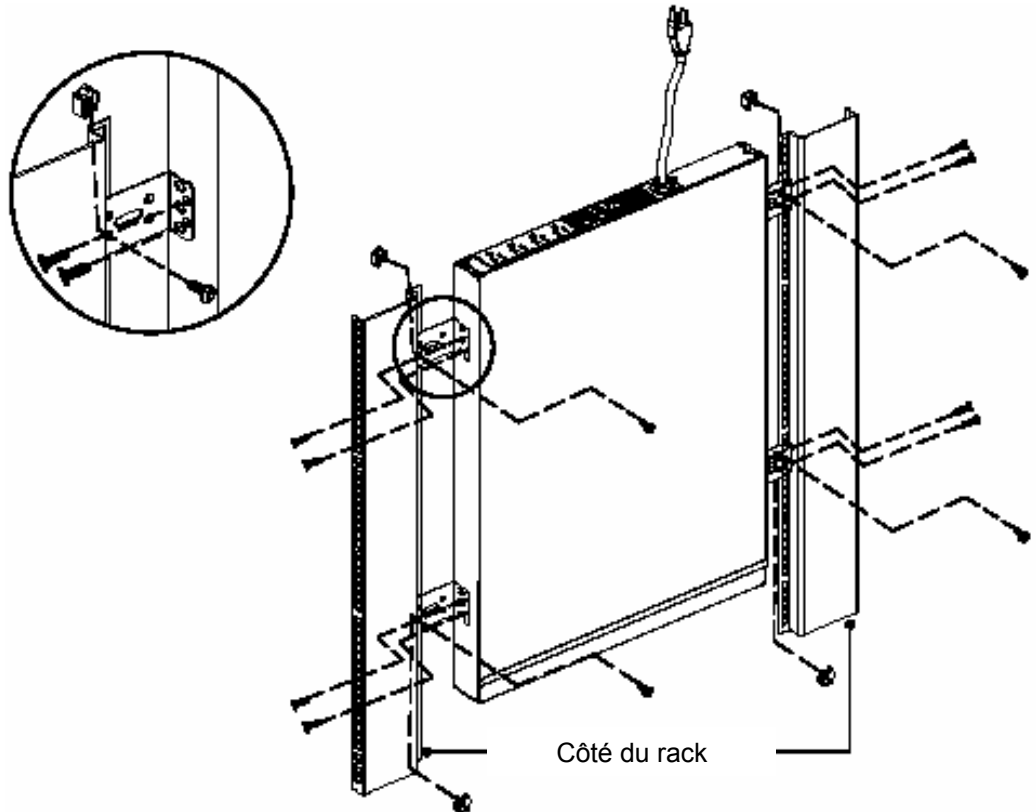

Figure 9 – Montage Zéro-U
2. Fixez les parties courtes des 4 équerres de montage à l'ASI en utilisant 2 vis M3 x 6 fournies (Figure 9).